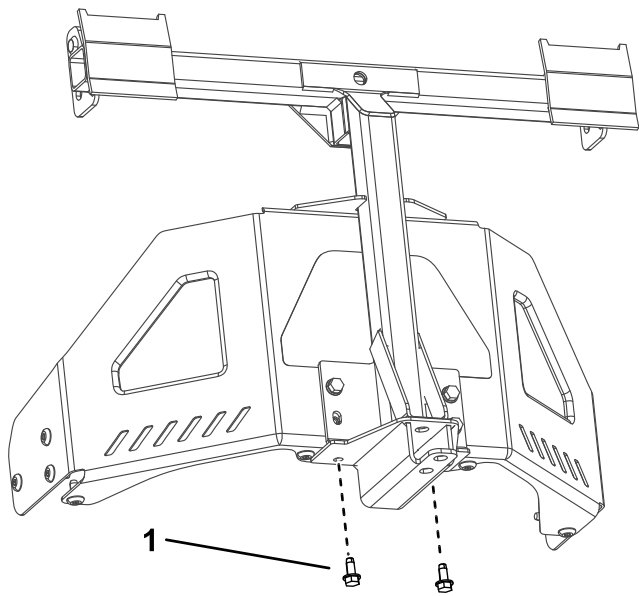

Figure 11
3. Fixez le cadre pivotant au bas du cadre de la machine à l'aide de 2 vis autotaraudeuses (5/16" x 3/4"), comme montré à la Figure 11.